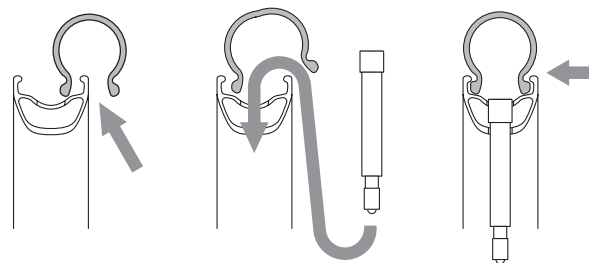

Fig. 2
- Inserite il primo dei due talloni dello pneumatico nella gola del cerchio, partendo dal punto opposto alla valvola (Fig.2).